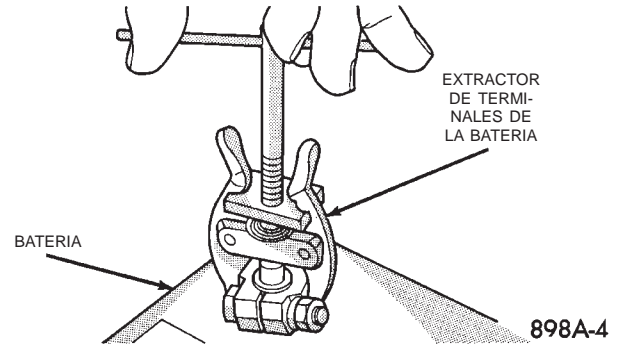

Fig. 3 Desconecte el cable negativo de la batería
- (1) Verifique que todos los accesorios eléctricos se encuentren apagados.
- (2) Desconecte el cable negativo de la batería (Fig. 3).